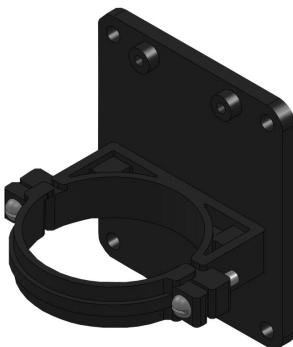

Рисунок 6.3.
6.4 Установка блоков датчиков **исполнение для тяжелых условий эксплуатации** производится путем закрепления БД в зажимной кронштейн рисунок 6.3. Кронштейн крениться на вертикальную поверхность с помощью шурупов или винтов, разметка для крепления указана на рисунке 6.4.